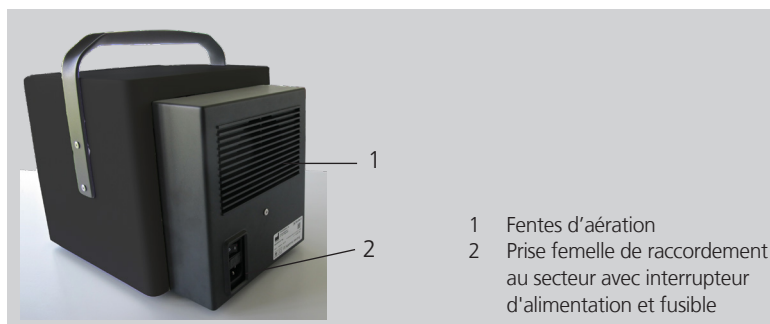

Fig. 3-2 Face arrière du Intellect RPW Lite
- Branchez le câble d'alimentation à la prise femelle de raccordement au secteur située à l'arrière de l'appareil, à gauche (voir Fig. 3-2).
- Mettez l'appareil de commande sous tension en appuyant sur l'interrupteur d'alimentation situé sur sa face arrière (voir Fig. 3-2/2). Son utilisation se fait via l'écran tactile.